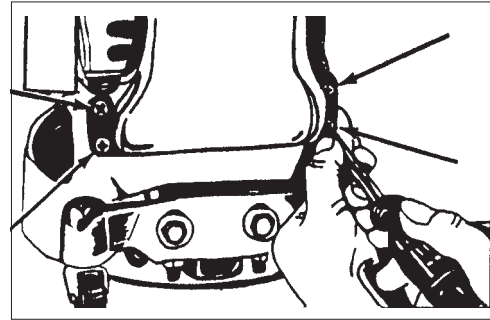

Figura 7
1. Saque los cuatro tornillos que sostienen el caño de escape al alojamiento. Consulte la figura 7.